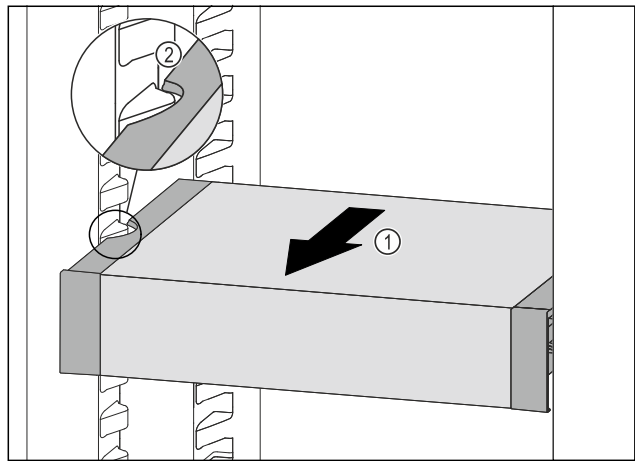

Fig. 118
- ▶ Изтеглете VarioSafe напред Fig. 118 (1), докато страничните прорези на VarioSafe се намират на височината на реброто на съда в хладилната част. Fig. 118 (2)